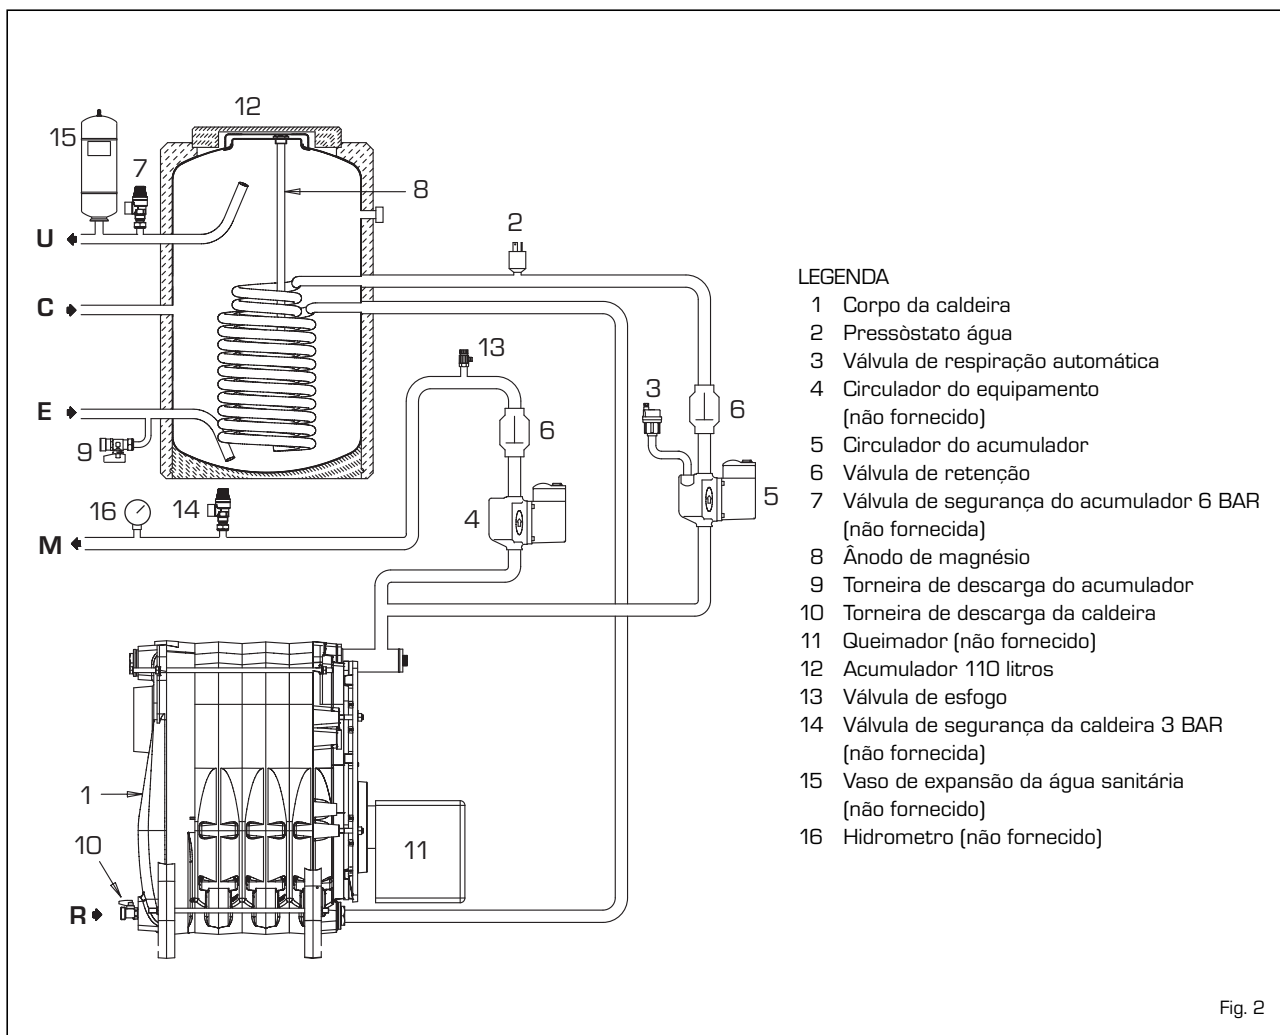

Fig. 2
2.3.1 Acessórios a instalar [fig. 2]
Para que a caldeira possa produzir a água quente é necessário que, na primeira ligação, seja purgado todo o ar contido na serpentina do acumulador. Para facilitar esta operação colocar horizontalmente a ranhura do parafuso de aperto da válvula de retenção (6 fig. 2).